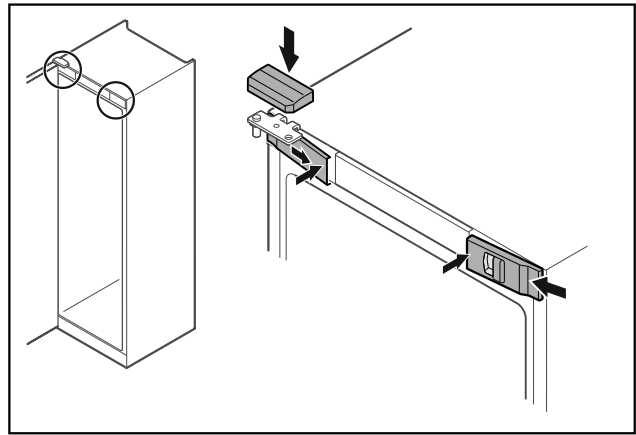

Fig. 47
- ▶ Zaháknite predné kryty Fig. 47 (1) naboku a zaistite ich vnútri.
- ▶ Zaistite horný kryt Fig. 47 (2) zhora.